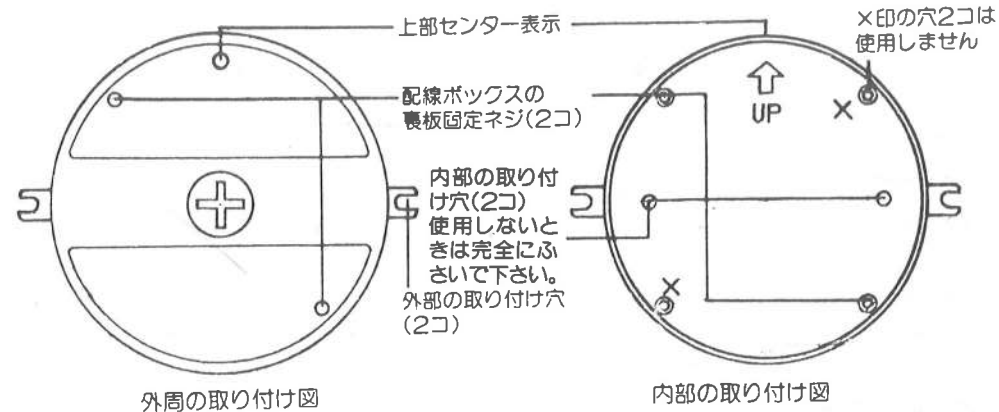

図6
■取付穴について(図6を参照)
☞ 取り付け前に8ページ、図6、7をご参照の上、正しく取り付けてください。